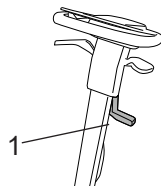

Fig.5
- Løft sugenalved hjelp av spaken (fig. 5 - ref. 1).